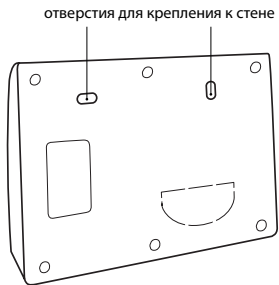

Рис. 7. Вид модуля управления Neptune ProW сзади
2. Закрепите корпус прибора на ровной поверхности, например на стене при помощи двух саморезов 3,0x25 мм (рис. 7).